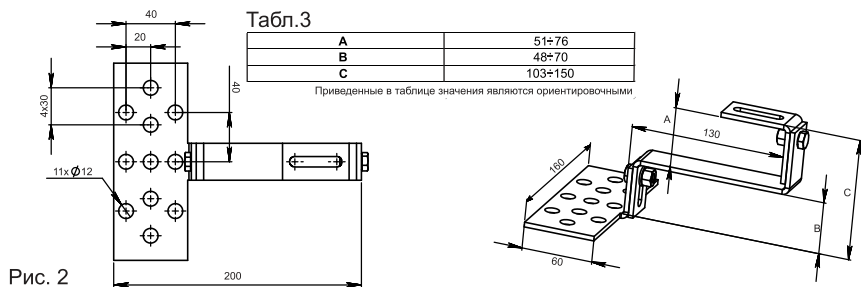

Рис. 2
Для установки на покатой крыше плоских солнечных коллекторов серии Classic R, следует использовать несущую скобу (Рис.2) состоящую из нижеследующих элементов: Г-образная планка (6), основа (7) и S-образная планка (8) – на рис. 4. Несущая скоба с регулируемой высотой (таблица 3), для возможности установки на крышах с черепицей разного типа и размеров. Изготовитель предусмотрел стандартный крепеж для сборки скоб – М8 (винты, гайки и шайбы). Установить несущие скобы на расстояниях согласно схеме, указанной на рис.4. При закреплении основы (6) к крыше, выбрать подходящие крепежные элементы (винты, дюбели, анкеры и др.) в соответствии с типом и несущей способностью материала. После установки основ, приступить к установке остальных компонентов несущих скоб - S-образных планок (5), Г-